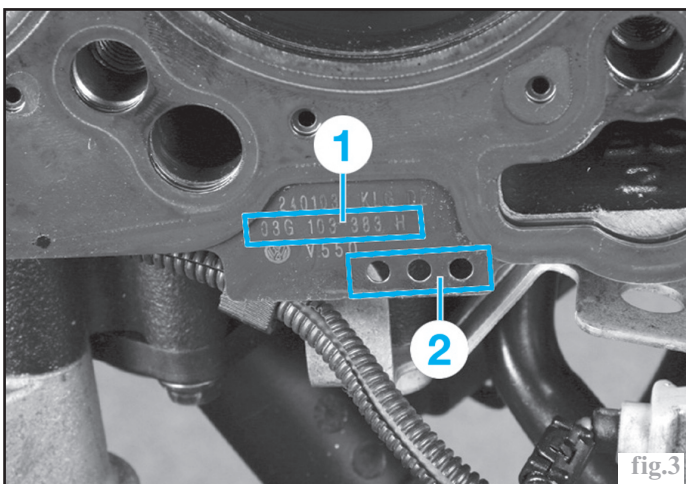

fig.3
Sens de montage : languette, comportant l'inscription « TOP », la référence du joint (1) et le repère d'épaisseur (2), dirigée vers le haut et côté opposé aux collecteurs (Fig.3).
3 épaisseurs de joint de culasse sont disponibles en fonction de la valeur de dépassement des pistons par rapport au plan de joint du bloc-cylindres. Ces épaisseurs sont identifiables par des trous réalisés sur une languette du joint (2), en face du cylindre n°2, non visible culasse en place (Fig.3).